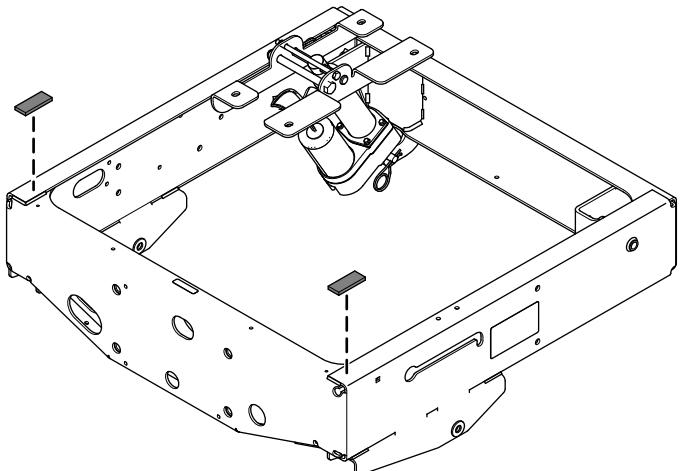

Figura 15
- Rimuovete la pellicola posteriore dei cuscinetti in schiuma e fateli aderire al telaio, come illustrato nella Figura 15.